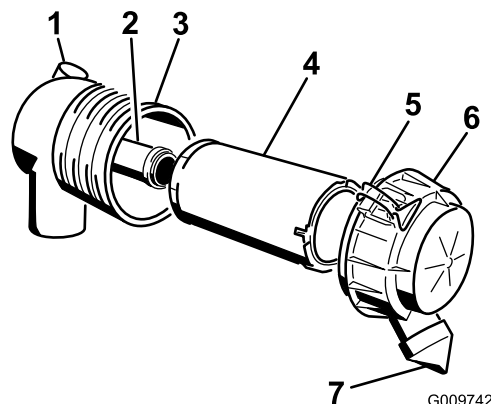

Figure 30
**Important:** Faites l'entretien du filtre à air uniquement quand l'indicateur de colmatage est rouge (Figure 30). Changer le filtre à air prématurément ne fait qu'accroître le risque de contamination du moteur par des impuretés quand le filtre est déposé.
4. Ouvrez les attaches du filtre à air et séparez le couvercle du corps du filtre (Figure 30).
1. Sortez l'élément principal du corps du filtre avec précaution (Figure 30). Évitez de cogner l'élément à l'intérieur du corps.
- Si vous remplacez l'élément filtrant de sécurité, insérez-le avec précaution dans le corps du filtre (Figure 30).
- Placez ensuite l'élément principal sur l'élément de sécurité avec le même soin (Figure 30). Assurez-vous qu'il est bien engagé en appuyant sur le rebord extérieur.
- Reposez le couvercle du filtre à air, le côté portant l'inscription "UP" en haut, et fermez les dispositifs de verrouillage (Figure 30).